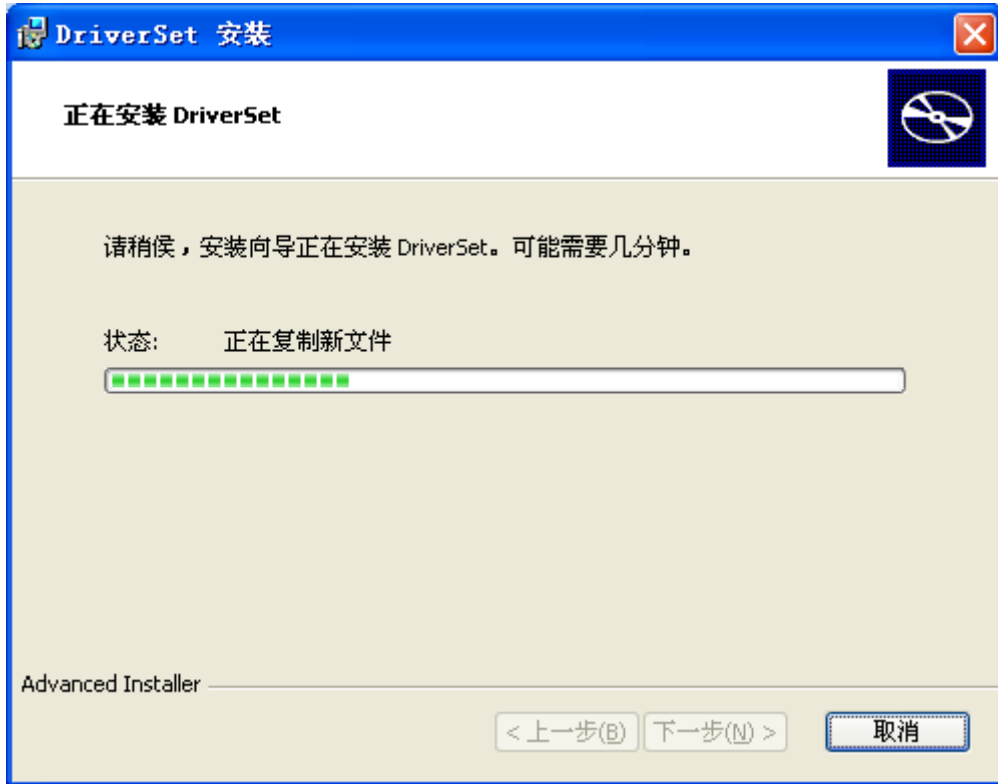
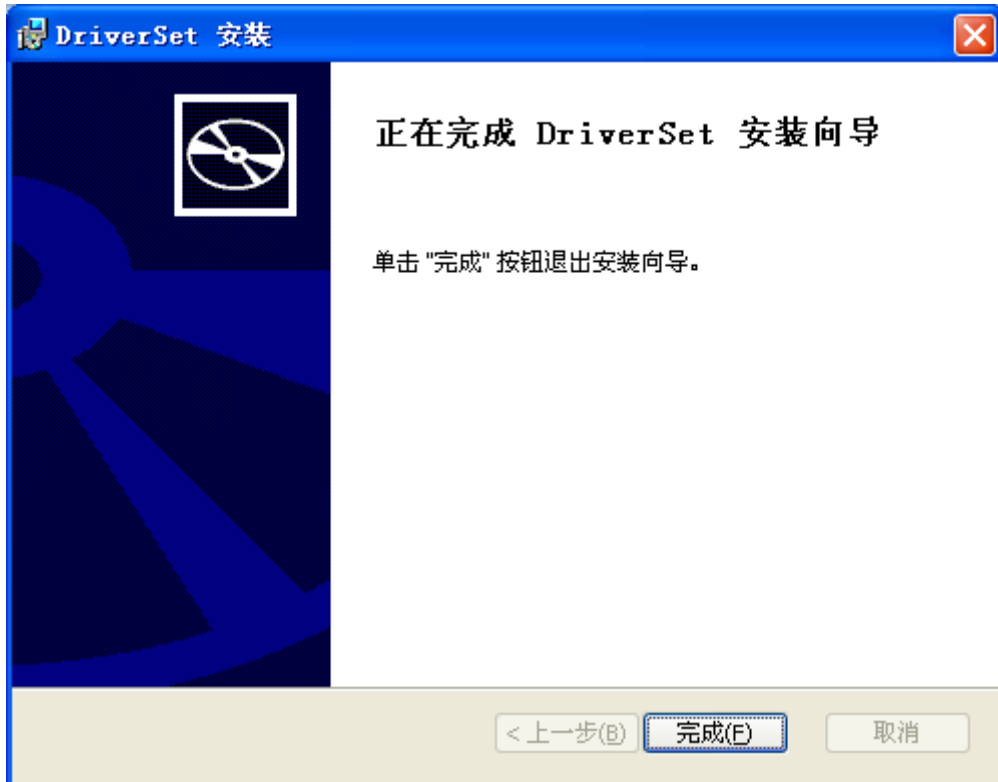

图 4. 软件正在安装中
图 5. 软件安装完成
4) 点击“下一步”，进入图 4 的安装界面，当进度条达到 100%的时候，这安装成功，显示如图 5 的界面。